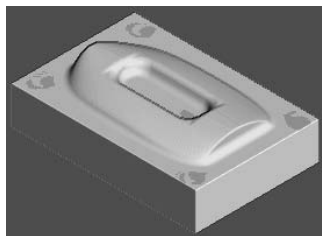

图 3-69 仿真加工结果 1
2) 在“仿真”工具栏的“当前刀具路径”下拉列表中选择要模拟的刀具路径 rough，然后单击“执行”按钮，系统开始自动仿真加工，仿真加工结果如图 3-69 所示。